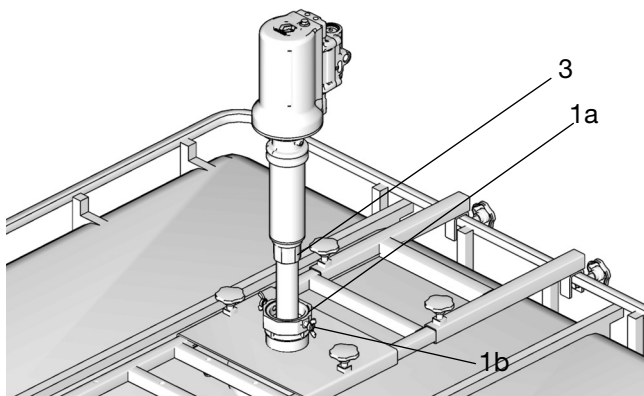

FIG. 11
Les modèles BSPP sont conçus pour joindre avec le filtre d'entrée de pompe et ne requièrent pas de produit d'étanchéité sur les filetages. Pour ces modèles, placer simplement le tuyau/flexible d'aspiration (3) dans le boîtier d'entrée (1) de la pompe (FIG. 11).
3. Insérer le tuyau d'aspiration (3) de la pompe dans l'adaptateur de bonde (1a) puis dans le réservoir (FIG. 11). Fixer la pompe en place en serrant les vis de joint (1b) (FIG. 11).